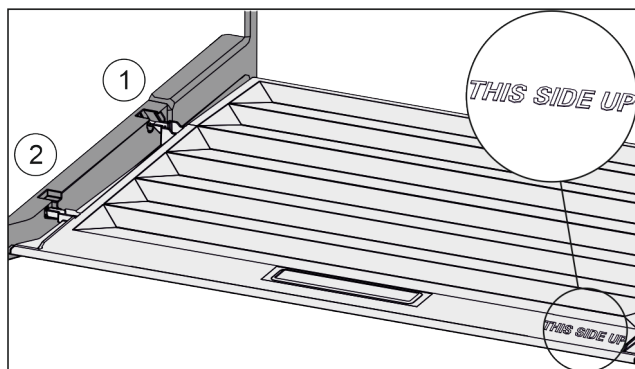

Fig. 49
- Skyv inn dekseltrinn via åpningen til bakre holder Fig. 49 (1) og klikk dem på plass i fremre holder Fig. 49 (2).